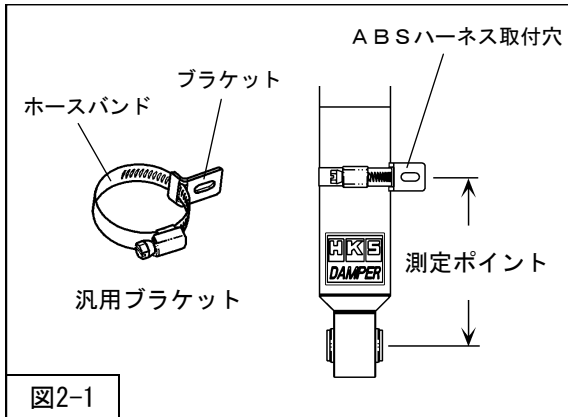

図2-1
1. 本製品にはABSセンサハーネスを固定するため、汎用ブラケット（ブラケット+ホースバンド）を同梱しています。測定ポイントが純正ダンパーと同じ距離・位置になるようにフロントダンパーASSYに固定してください。（図2-1）